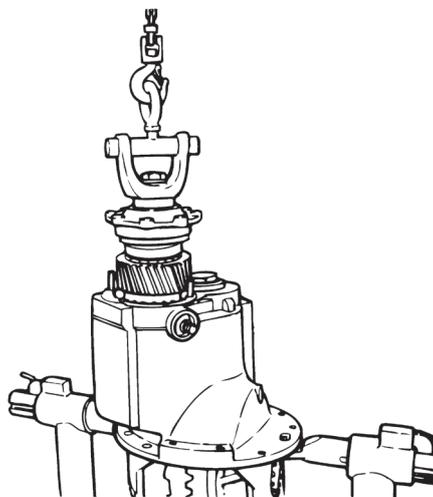

Figura 5.81
- D. Abaixe o conjunto do eixo de entrada dentro da caixa do diferencial. Figura 5.81.